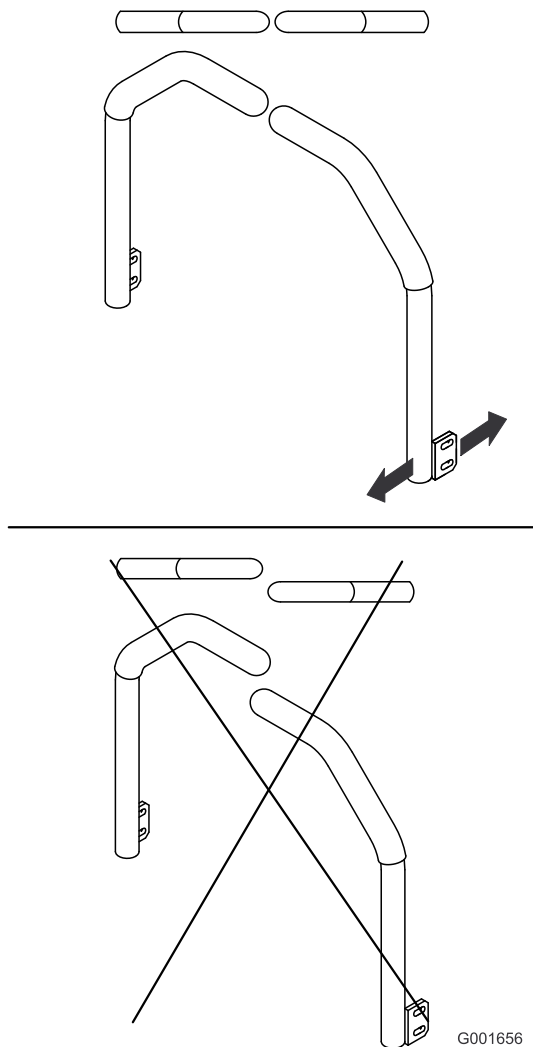

Figura 67
5. Ajuste las palancas de control de forma que queden alineadas entre sí (Figura 67) y apriete los pernos para fijar las palancas a los soportes.